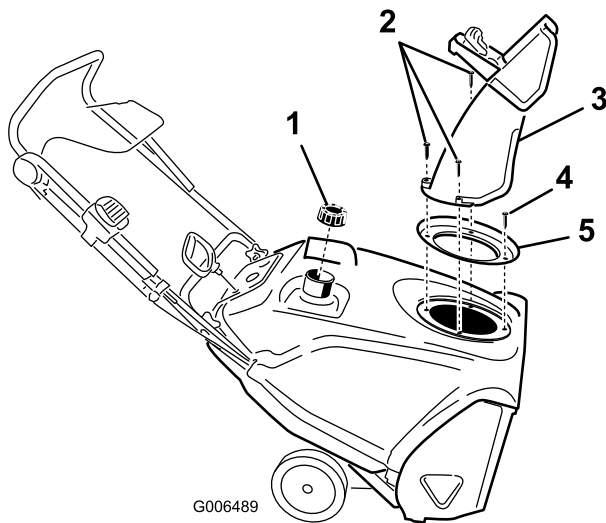

Bild 33
3. Nehmen Sie den Auswurfkanal, den Auswurfkanalgriff und die Auswurfkanaldichtung, indem Sie die drei großen und eine kleine Schraube entfernen (Bild 33).